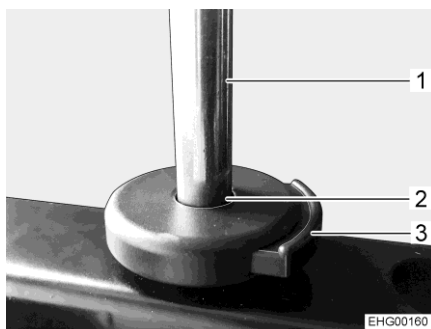

Bild 22 Frigöringsknapp (nackstöd)
- Sätt i nackstödsstängerna (Bild 22,1) i hållarna (Bild 22,2).
- Tryck på frigöringsknappen (Bild 22,3) och fortsätt skjuta nackstödet till önskad position.
- Tryck på frigöringsknappen (Bild 22,3).